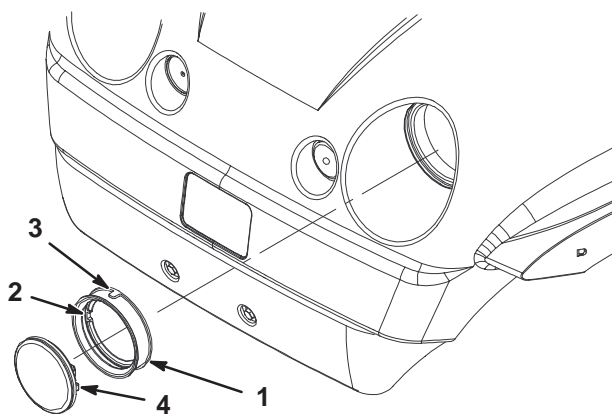

Bild 43
4. Entfernen Sie die Gummidichtung vom Scheinwerfer (Bild 43). Entsorgen Sie den alten Scheinwerfer.
5. Fluchten Sie die Auskerbung an der Innenseite der Dichtung mit der Auskerbung am neuen Scheinwerfer aus (Bild 43). Schieben Sie die Dichtung auf den neuen Scheinwerfer, bis die Dichtung fest anliegt.